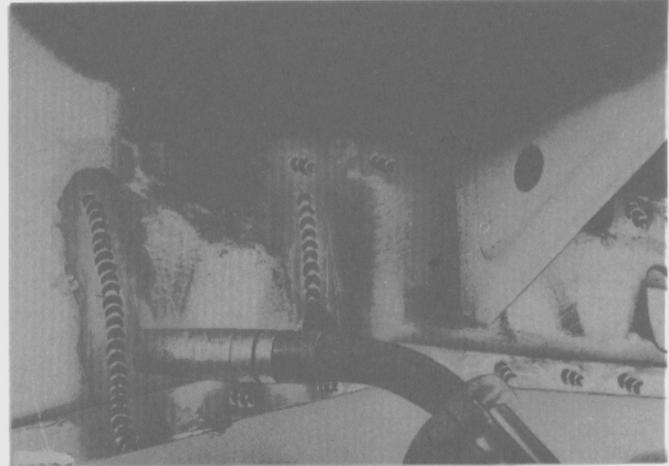

Fig. 138
- Doblar hacia atrás y soldar el panel del guardabarro delantero interior (Fig. 138).